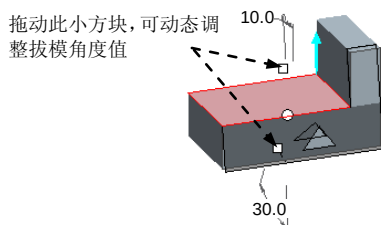

图 4.1.7 修改拔模角度和方向
Step7. 在操控板的相应区域修改两个 **拔模区** 的 **拔模** 角度和方向；也可在模型上动态修改 **拔模** 角度，如图 4.1.7 所示。